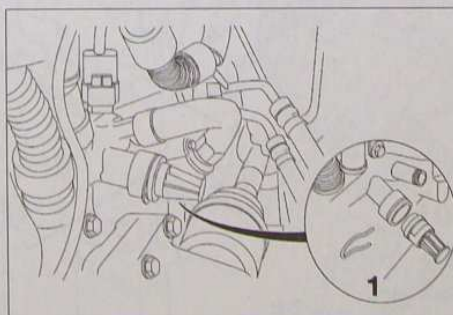

FIG.21
- Vidanger le bloc moteur en retirant le bouchon (1) (Fig.21).